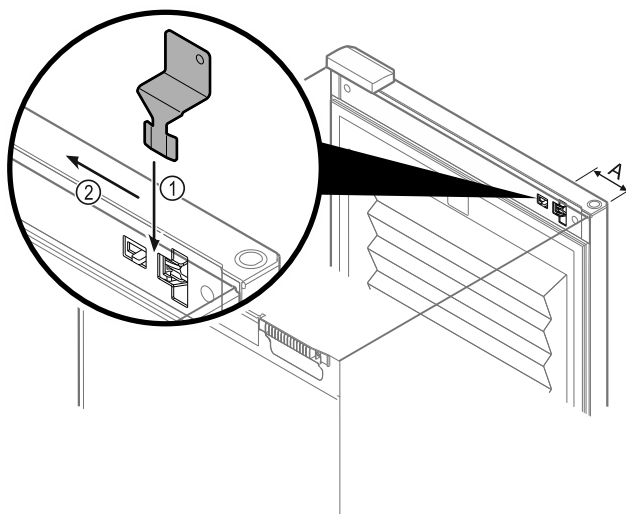

Fig. 171
- Placer la clé de déverrouillage d'urgence à l'emplacement indiqué Fig. 171 (A) ≈ 100 mm (3 15/16 in).
- Du haut, insérer la clé de déverrouillage d'urgence Fig. 171 (1) entre la porte et le corps de l'appareil jusqu'en butée.
- Tirer la clé de déverrouillage d'urgence vers la charnière. Fig. 171 (2)